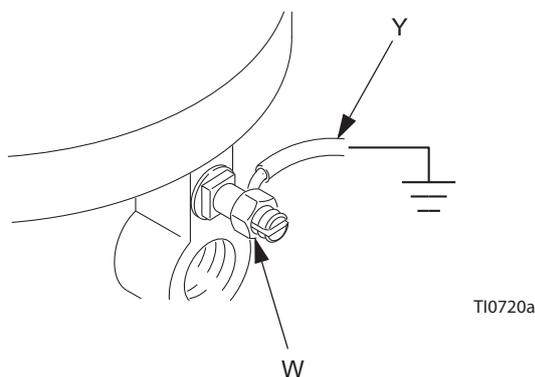

Рис. 1. Провод заземления
**Насос:** Используйте зажим и провод заземления (Y). См. Рис. 1. Ослабьте стопорную гайку (W) наконечника провода заземления и шайбу. Вставьте один конец провода заземления в паз наконечника и надежно затяните стопорную гайку. Соедините зажим заземления с точкой истинного заземления.